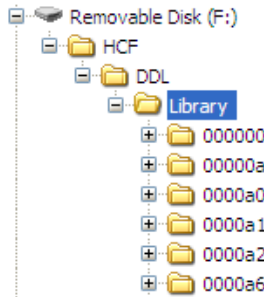

图 2-14：HART® 设备库文件夹结构
2. 确保 HCF 文件夹位于 U 盘根目录中。U 盘上的所需目录结构如图 2-14 所示。
3. 将 HCF 文件夹复制到作为 U 盘的 DPI 620 Genii 的根目录下。作为 U 盘的 DPI 620 Genii 的所需目录结构如图 2-14 所示。